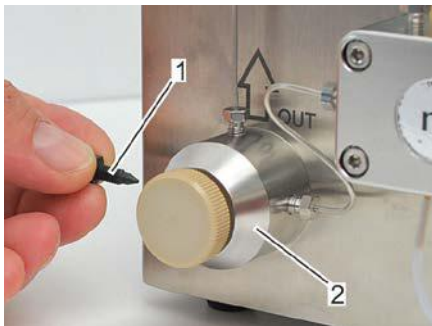

Abb. 33: Verschlussrändelschraube
6. Verschlussrändelschraube (Abb. 33/1) in Druckventileinheit (Abb. 33/2) bis zum fühlbaren Widerstand eindrehen.